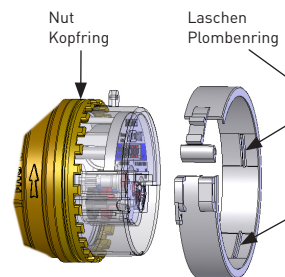

Bild 11 (Montage Plombiering)
- Bei der Montage darauf achten, dass die Laschen des Plombierings in die Nut des Kopfrings eingelegt sind (Bild 11).